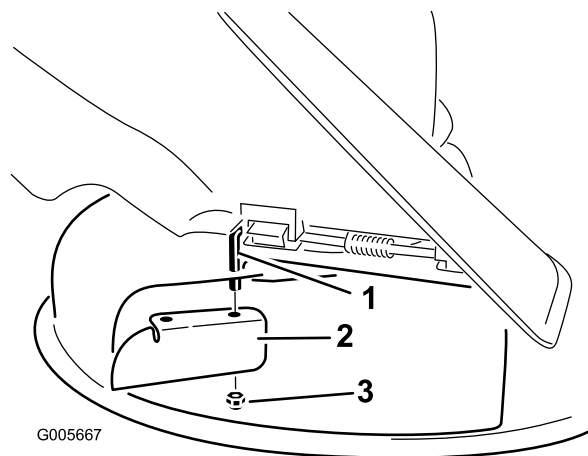

Figura 26
6. Instale o abafador de corte na haste de articulação exposta (Figura 26). Utilize a porca fina existente (3/8 pol.) para fixar o abafador no cortador.
2. Retire o abafador de corte da máquina (Figura 26).